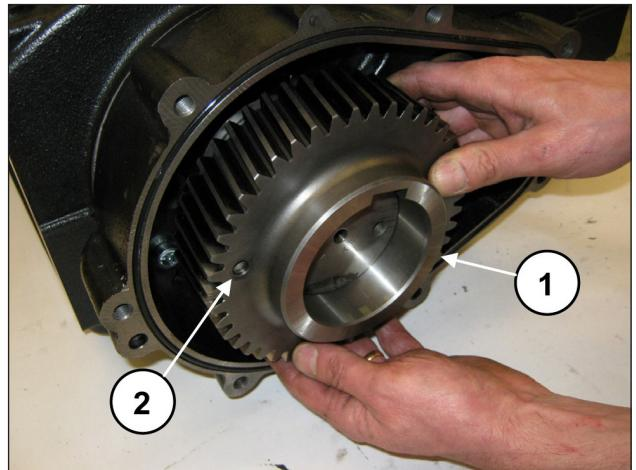

图 14
取出冠齿轮（位置①，图 14）。如有必要，可在2个M8孔（位置②，图 14）安装一个锤头式提取器来进行。